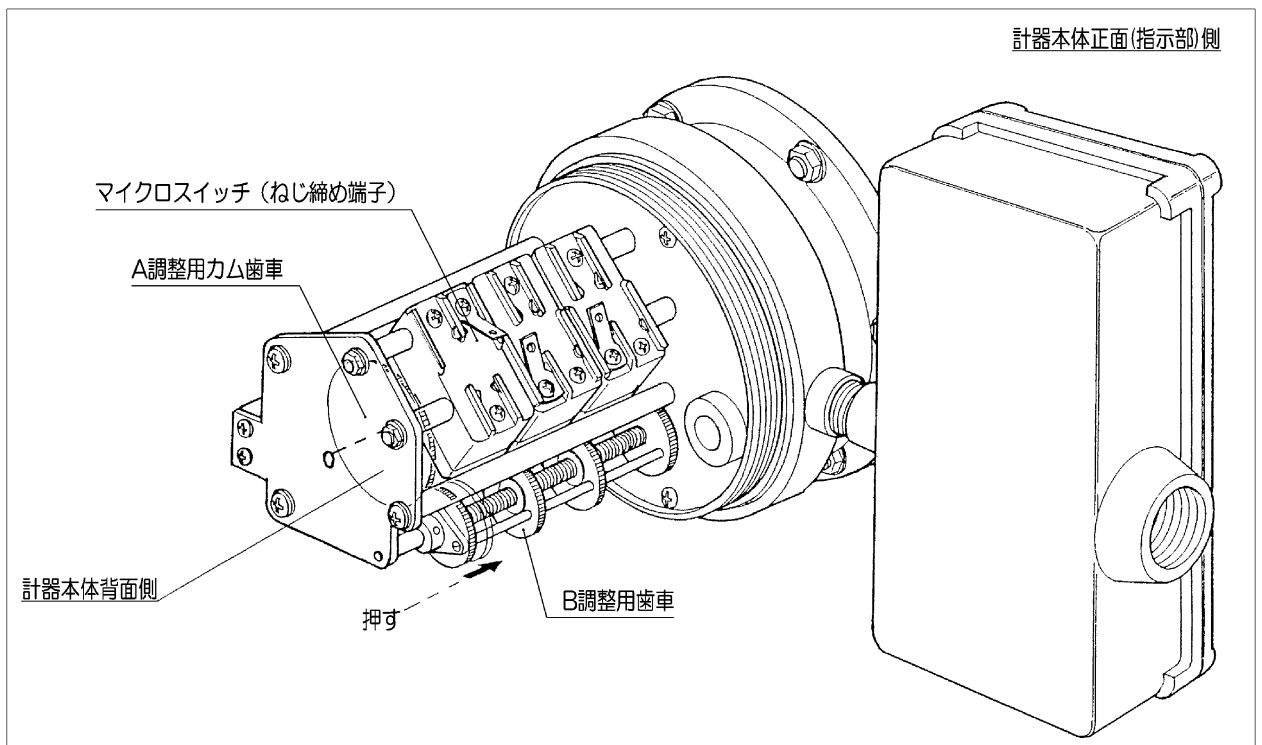

図 11.XT 接点の調整
- 6.3.2. 計器背面に正対し、計器本体背面の発信器カバーを外します。発信器に組み付いているマイクロスイッチに貼付されている接点識別で調整する部分を確認し、B 調整用歯車を矢印方向に押し、A 調整用カム歯車との噛み合いを解除してカムが手で操作可能な状態にします。（図 11.）